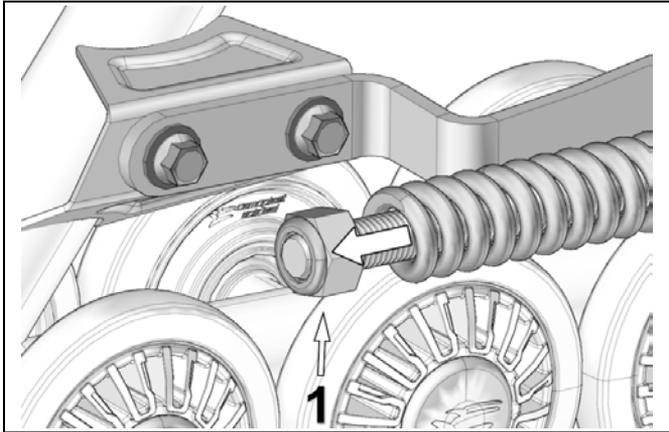

Figure 10
- Dévisser l'écrou (1) comprimant le ressort du bras stabilisateur. Voir la Figure 10